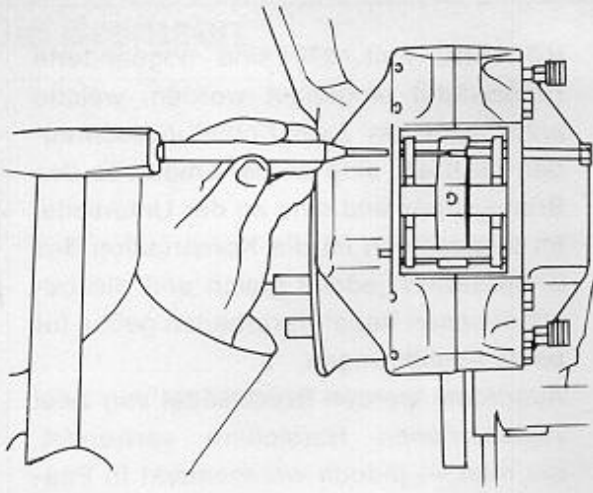

Bild 131
- Oberen Befestigungsstift des Bremsklötzes mit einem passenden Dorn Herausschlagen (Bild 131).